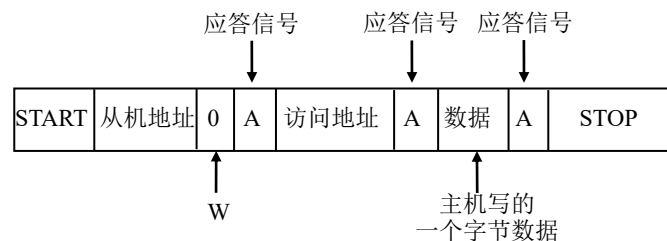

Figure 16-7 主机向从机写数据
如 Figure 16-7 所示，主机要向从机写 1 个字节数据时，主机首先产生 START 信号，然后紧接着发送一个从机地址，这个地址共有 7 位，紧接着的第 8 位是数据方向位 (R/W)，0 表示主机发送数据 (写)，1 表示主机接收数据 (读)，这时候主机等待从机的应答信号 (A)，当主机收到应答信号时，发送要访问的地址，继续等待从机的应答信号，当主机收到应答信号时，发送 1 个字节的数据，继续等待从机的应答信号，当主机收到应答信号时，产生停止信号，结束传送过程。
如 Figure 16-7 所示，主机要从从机读 1 个字节数据时，主机首先产生 START 信号，然后紧接着